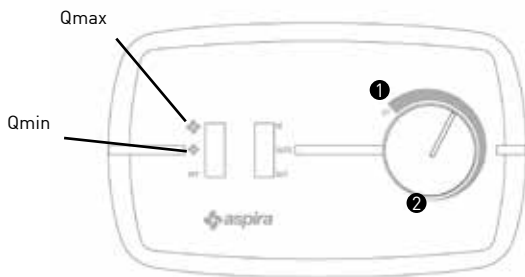

Imagen 14
Si por ejemplo en invierno la temperatura exterior es de $-15\text{ }^{\circ}\text{C}$ y por lo tanto la diferencia de temperatura ΔT entre el interior y el exterior se aumenta, gire la perilla a la posición (1). Por el contrario, en un día primaveral, donde la diferencia de temperatura ΔT es mínima o cercana a cero, gire la perilla a la posición (2) (Imagen 14).